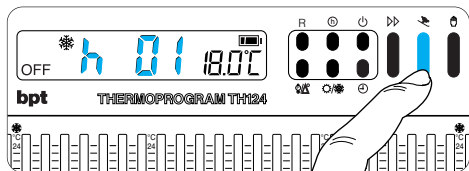

Fig. 39
**13.2** - Premere il pulsante  (fig. 39).